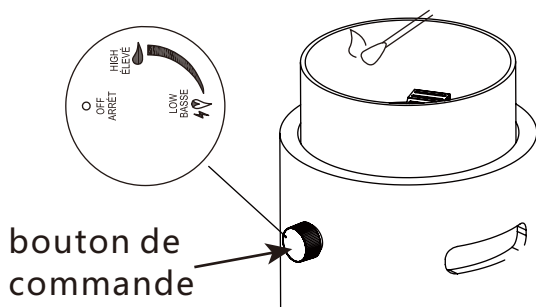

Figure 7
7. Utilisez une allumette ou un briquet pour allumer le brasero (voir figure 7). Continuez à appuyer sur le bouton de commande pendant 15 secondes avant de le relâcher.